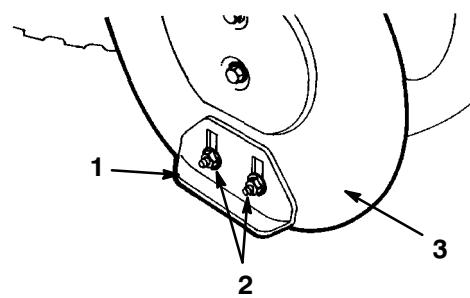

Figure 31
4. Desserrez les 4 boulons à embase qui fixent les deux patins sur les côtés du carter de tarière (Fig. 31) jusqu'à ce que les patins puissent coulisser aisément vers le haut et vers le bas.
- Serrez les 4 écrous à embase qui fixent les deux patins sur les côtés du carter de tarière (Fig. 31).